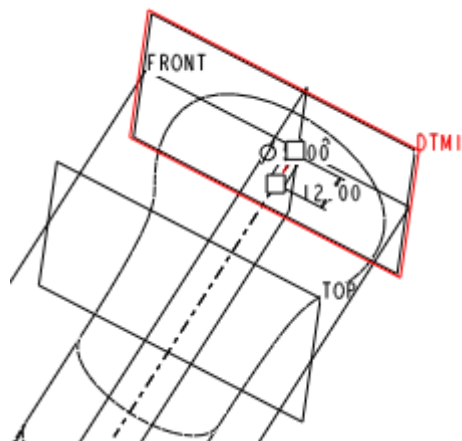

图 48-13
- (1) 单击菜单【插入】 【孔】选项，或单击绘图区右侧工具栏的按钮 ，打开孔特征操控板。
- (2) 在【放置】选项卡中，选择“同轴”方式定位孔，选择基准轴 A_2 为主参照（即建立的孔中心线与 A_2 重合），选择基准平面 DTM1 为次参照（即孔的放置平面）如图 48-13 所示。